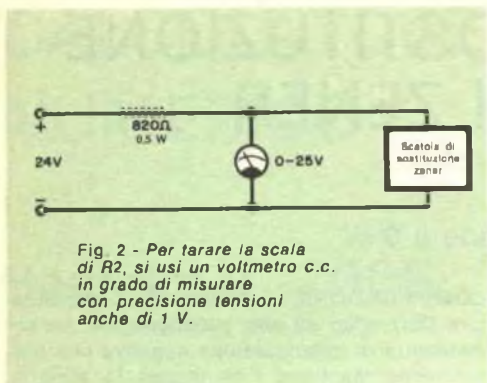

Fig. 2 - Per tarare la scala di R2, si usi un voltmetro c.c. in grado di misurare con precisione tensioni anche di 1 V.
**TARATURA** - Il circuito di taratura è rappresentato nella fig. 2. Il voltmetro deve essere in grado di poter misurare con precisione tensioni anche dell'ordine di 1 V. Si ruoti il regolatore di resistenza R2 della scatola di sostituzione tutto in senso antiorario, in modo che presenti la minima resistenza. Ciò dovrebbe dare, sullo strumento, una lettura prossima a 1,2 V. Si ruoti lentamente il potenziometro fino a che lo strumento indica 2 V, e, a questo punto, si faccia un segno di gradazione sulla scala della manopola. Si continui a ruotare fino a che lo strumento indica 3 V e si faccia un altro segno. Si proceda allo stesso modo fino a che si raggiunge la massima tensione ottenibile, che sarà compresa tra 18 V e 20 V, in relazione con il valore esatto di D2.